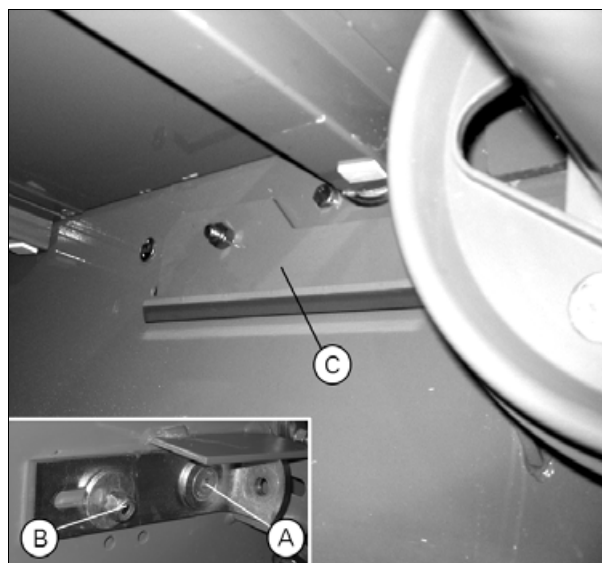

Рис. 2.
4. Отверните болт (А) (рис. 2) сбоку наклонной камеры и снимите подшипниковый кронштейн.